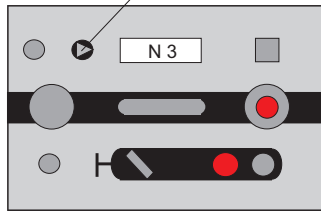

Abb. 2-7: Ausleuchtung des Zs 1/Zs 8-Melders prüfen
- stellen Sie fest, dass der Melder des für den Zug bedienten Signals Zs 1, Zs 7, Zs 8 oder – bei Einfahrt vom Gegengleis – des Signals Sh 1 oder des Signals Ts 3 erloschen ist (Abbildung 2-7),